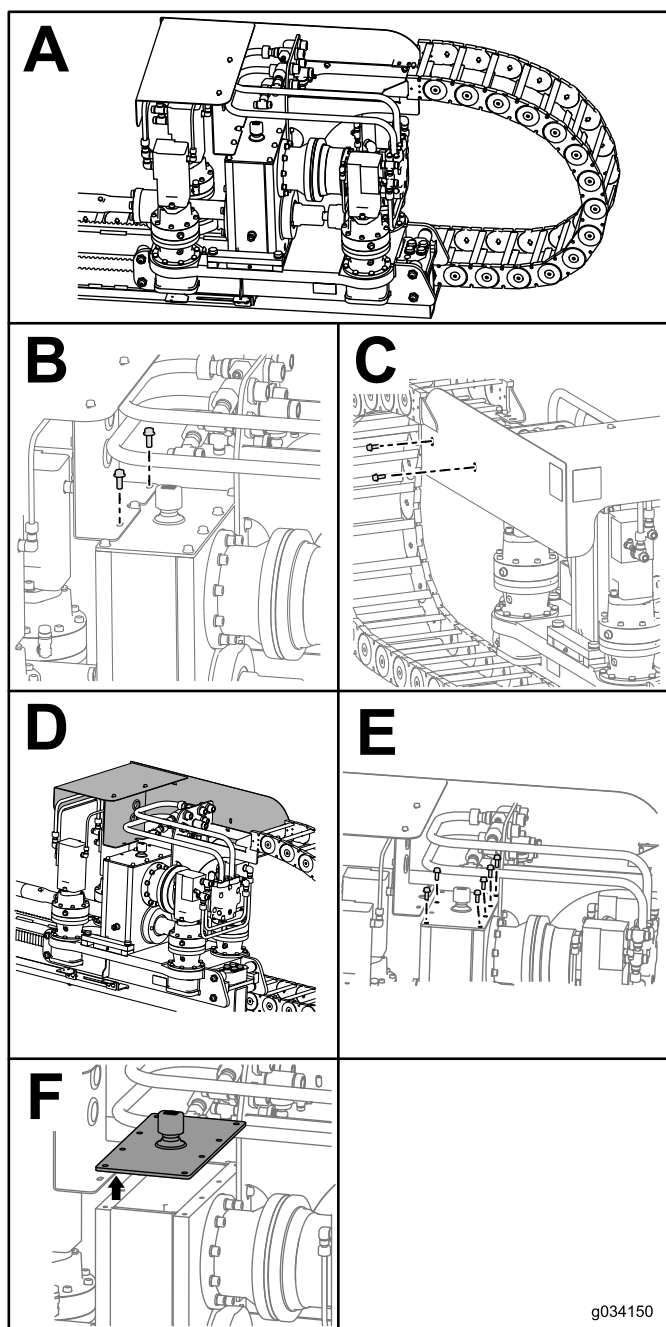

Рисунок 104
3. Отверните два болта с шайбами в ограждении каретки (вид В на Рисунок 104).
4. Отверните два болта с шайбами и гайками в боковой части ограждения каретки (вид С на Рисунок 104).
5. Сдвиньте ограждение каретки вперед (вид D на Рисунок 104).
6. Отверните 6 болтов на редукторе (вид E на Рисунок 104).
7. Снимите крышку на редукторе и откачайте масло ручным насосом (вид F на Рисунок 104).
11. Наденьте крышку снова на редуктор и вставьте, не затягивая, 6 болтов (вид E на Рисунок 104).
12. Установите ограждение каретки на место и вставьте, не затягивая, два болта (вид С на Рисунок 104).
13. Установите два болта крепления ограждения каретки на редуктор (вид В на Рисунок 104).